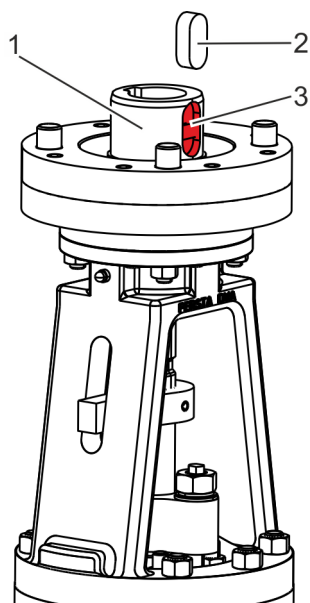

Fig. 26: Retirar la chaveta
4. ➔ Retire la chaveta (Fig. 26/2) del chavetero (Fig. 26/3) situado en el collar (Fig. 26/1).